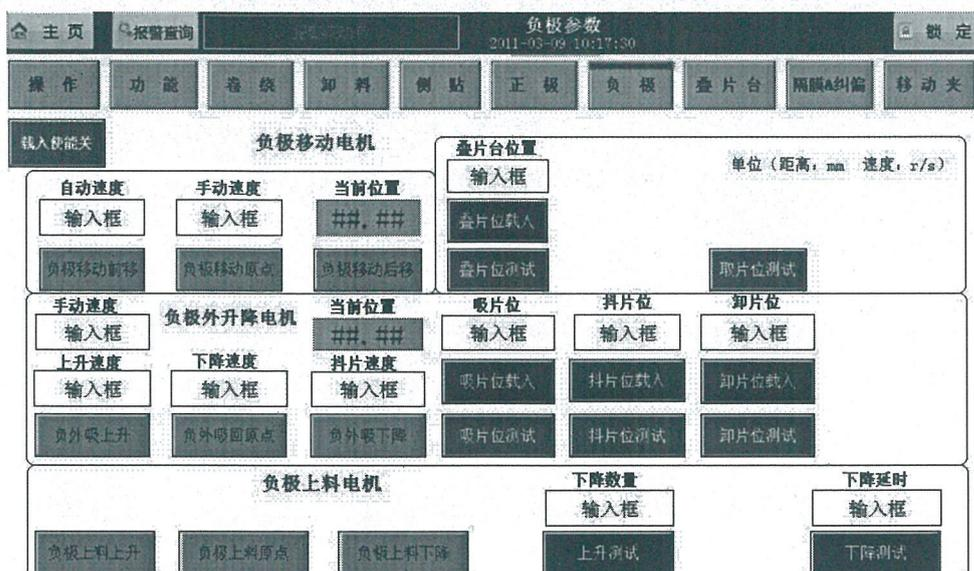

图 4-05 负极手动画面
- (二) 取料部分手动：点击此按钮进入“负极”画面如图 4-05，此画面包含取料部分各手动功能按钮；